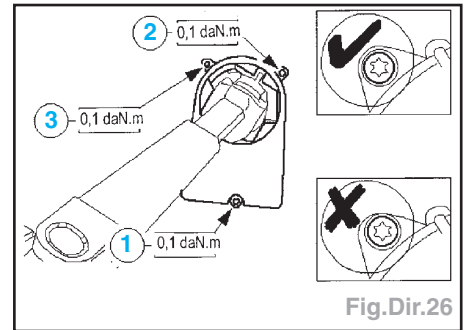

Fig.Dir.26
- Poser le capteur de rotation de volant de direction et serrer les vis dans l'ordre indiqué (Fig.Dir.26).